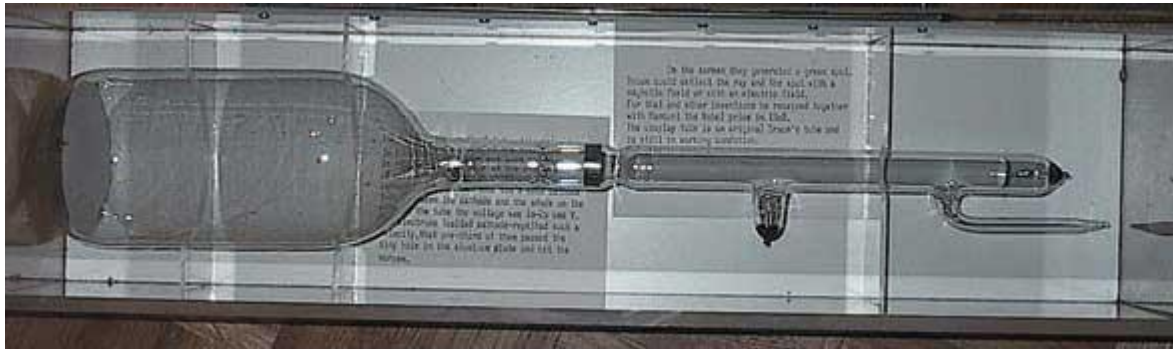

Рис. 1.2. Катодная трубка Брауна
1.1) (Нобелевская премия по физике 1909) создал катодную трубку, получившую название трубки Брауна (рис. 1.2). Луч отклонялся с помощью электромагнита только в одном измерении, второе направление развёртывалось при помощи